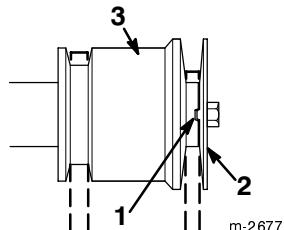

Figure 25
- IMPORTANT:** Contrôlez que le relief d'indexation de la poulie moteur à gorge est bien engagé dans le creux d'indexation de la poulie moteur centrale (Fig. 25).
IMPORTANT: Contrôlez que le relief d'indexation de la poulie moteur à gorge est bien engagé dans le creux d'indexation de la poulie moteur centrale (Fig. 25).